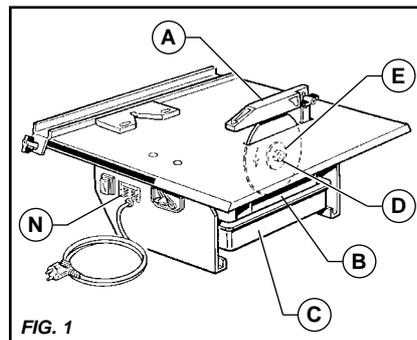

FIG. 1
- Accertarsi che la tensione della rete corrisponda alla tensione di alimentazione della macchina N [FIG. 1].